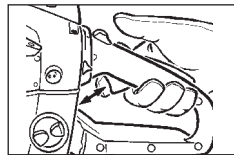

рис. 7H
11. Нажмите на предохранительный переключатель и переключатель дроссельной заслонки, а затем снова отпустите для отключения фиксатора дроссельной заслонки. (рис. 7H)